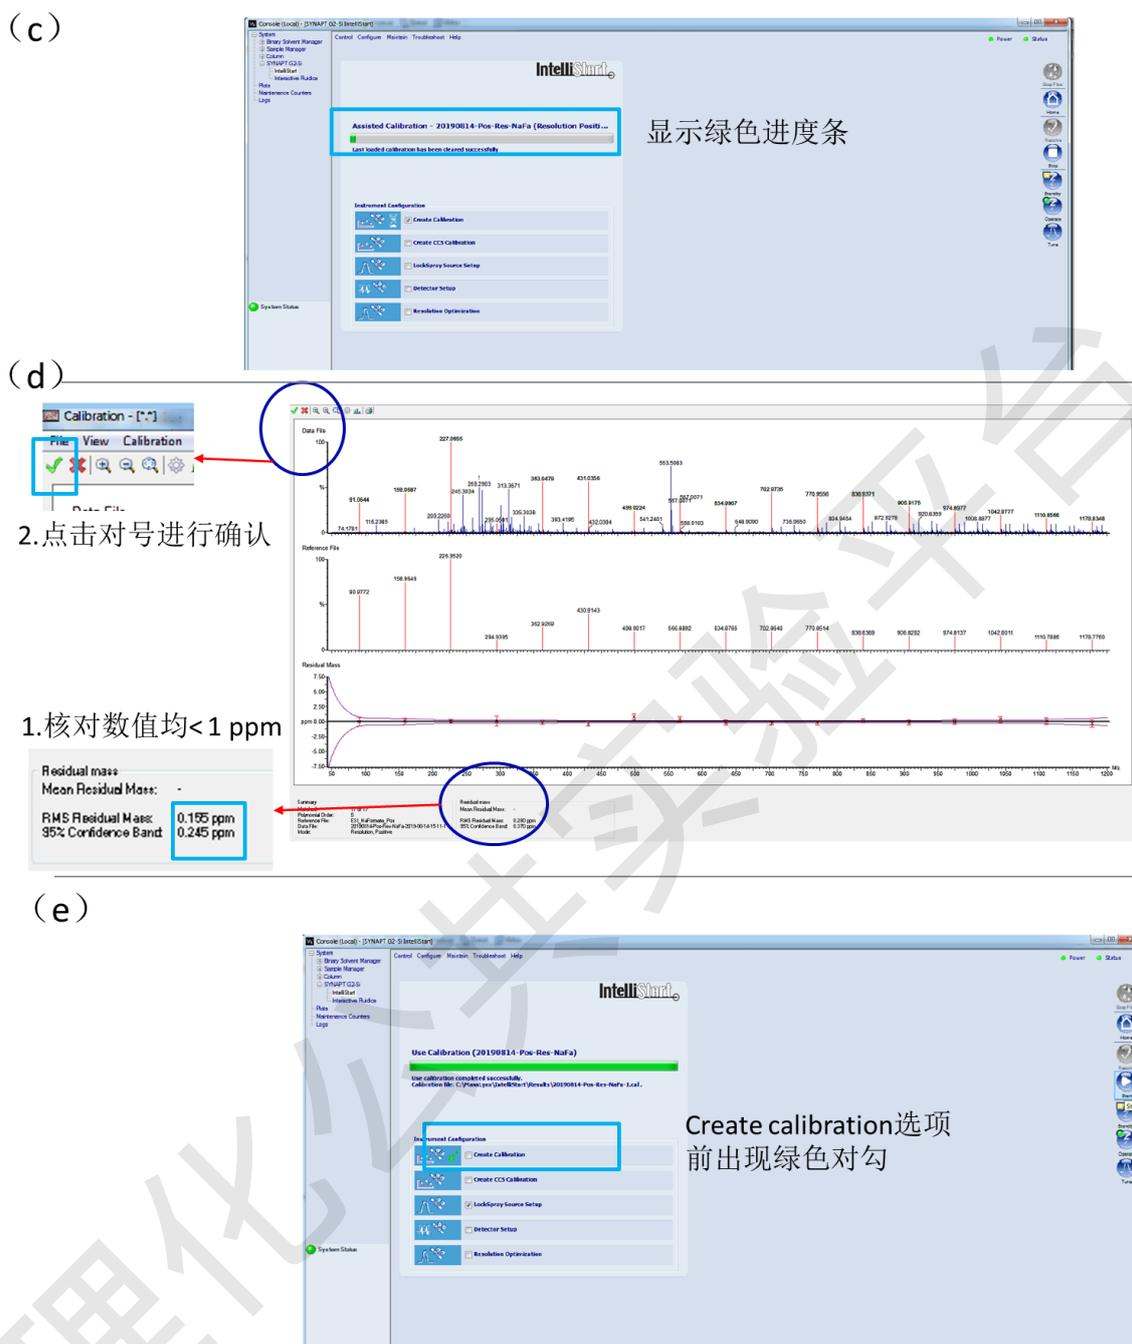

图 2.10 质量轴调谐文件操作
● 图 2.9(e): 点击 Next, 进入下一步。进入图 2.10 操作步骤。
- 图 2.10(a):选择 Tune page 选项, 点击 Next, 显示图 2.10(b);
- 图 2.10(b): 点击 Start 显示图 2.10(c);
- 图 2.10(c): 核实显示绿色进度条, 弹出显示图 2.10(d)调谐报告;
- 图 2.10(d): 1. 核对数值均< 1 ppm; 2. 点击对号进行确认显示图 2.10(e);
- 图 2.10(e): Create calibration 选项前出现绿色对勾。